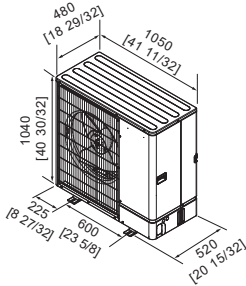

Fig. 2-3
2.3. Dimensions extérieures (appareil extérieur) (Fig. 2-3)